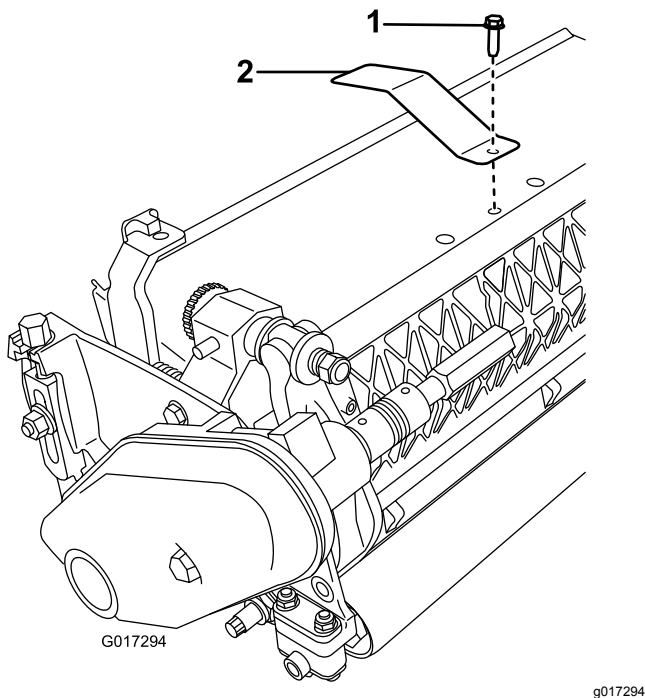

Figura 3
2. Rimuovete il bullone centrale del carter dell'erba (Figura 3).
3. Montate la piastra di misurazione sopra l'apparato di taglio tramite il bullone rimosso in precedenza (Figura 3).